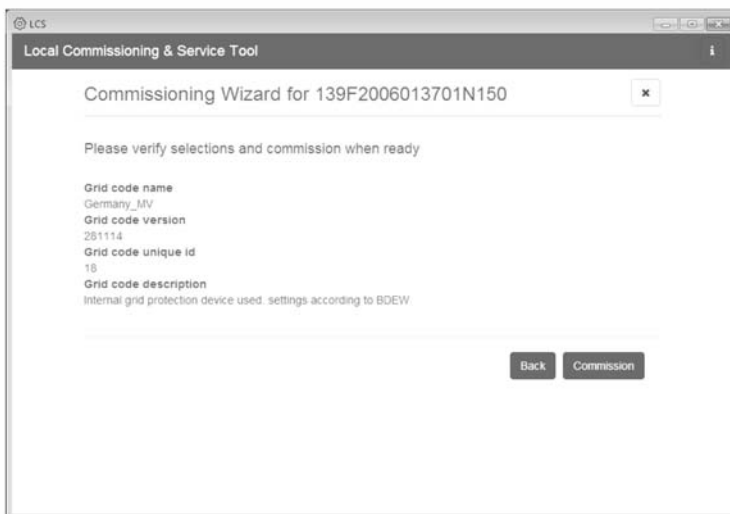

Figura 5.7 LCS-Tool - Verifica del paese e del codice rete
9. LCS-Tool chiede di confermare il paese selezionato e il codice rete. V. figura 5.7. Una configurazione non corretta può essere modificata usando il pulsante **[Back]** e cambiando le impostazioni nella finestra precedente.